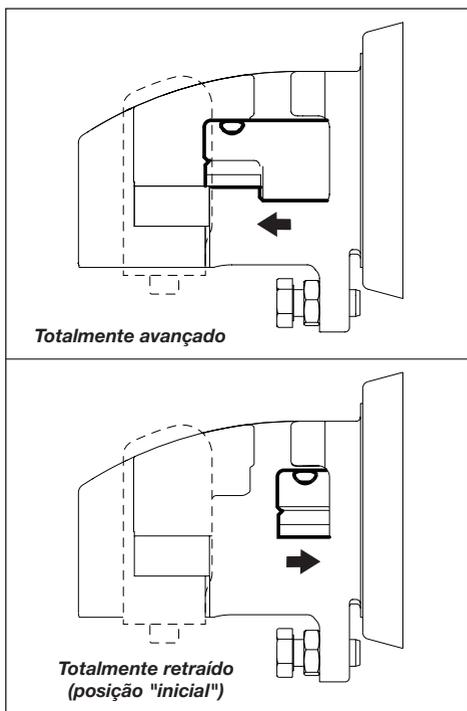

Figura 3, posições do pistão (vistas de cima)
2. Certifique que o pistão esteja na posição "inicial" (totalmente retraída). Veja a Figura 3.